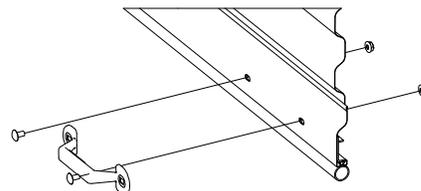

FIGURA 13: MANIJA
- ▶ Instale las manijas en la parte exterior de la barra inferior utilizando pernos de carro de $\frac{1}{4} - 20 \times \frac{5}{8}$ " y tuercas. **Vea la figura 13**.
NOTA: Podrían requerirse ajustes manuales de la tensión del resorte. Los ajustes deben efectuarse con una barra de enrollado de $\frac{3}{8}$ " de diámetro. Al realizar ajustes, compruebe que el gatillo del tensor esté bien acoplado con el diente de la rueda de trinquete del tensor antes de retirar la barra de enrollado. **Vea la figura 13** para tener una referencia visual.